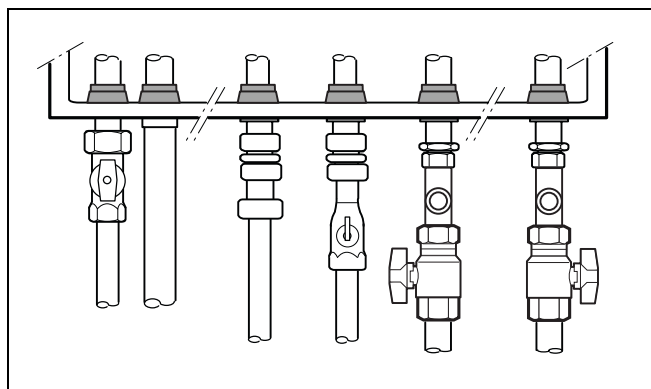

Fig. 43 Control vizual al semnelor de coroziune
- Se controlează toate țevile de gaz și apă urmărindu-se semnele de coroziune (fig. 43).